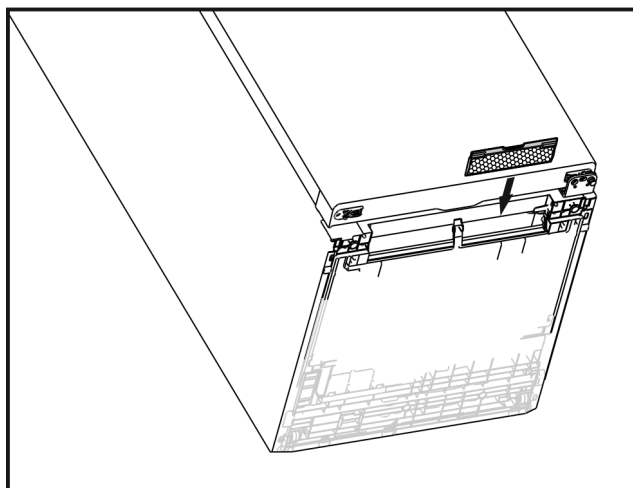

Fig. 4
- Moskitoblende nach Abbildung einschieben (siehe Fig. 4) .